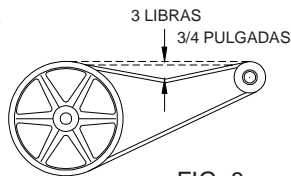

FIG. 8
- **Compruebe la tensión de la banda.** Una fuerza de 3 libras debe desviar la banda 3/4 pulgadas (véase fig. 8). Ajuste la banda si es necesario.